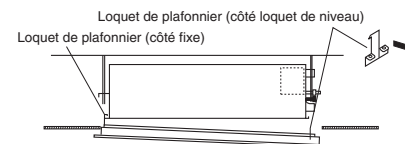

Fig. 7-22
- (1) Lever le plafonnier et le positionner pour aligner ses loquets avec les cavités correspondantes de l'unité intérieure.
- (2) Accrocher d'abord le loquet fixe puis pousser vers le haut sur le côté opposé pour enclencher le loquet de niveau et installer de la manière indiquée en Fig. 7-22.
Dégager un côté du plafonnier en poussant le loquet dans le sens de la flèche. (Voir Attention.) Déposer complètement le plafonnier en dégageant le loquet fixe. (Fig. 7-22)